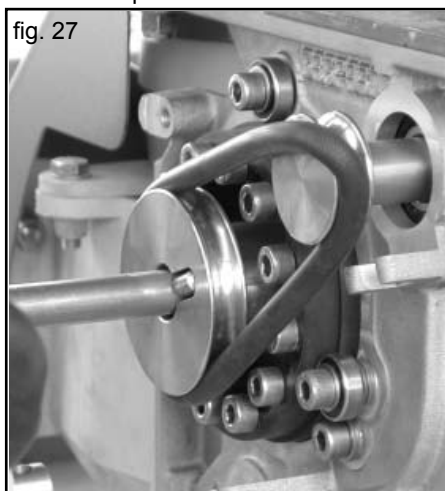

fig. 27
- Per disattivare l'agitatore, sollevare la cinghia tonda sopra il bordo della puleggia motrice (Fig. 27). Dal lato opposto, girare il rullo dosatore nella normale direzione di lavoro.